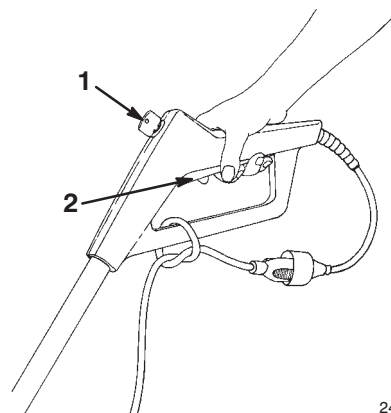

Figure 7
1. Nouez la rallonge à la partie inférieure de la poignée de commande (Fig. 7) avant de la raccorder au cordon d'alimentation du Power Shovel. Cela évitera aux deux câbles de se séparer pendant le fonctionnement.
2. Branchez la rallonge à une prise murale et insérez la clé dans le trou situé à l'avant de la poignée de commande (Fig. 7).
Pour mettre le Power Shovel en marche, introduisez la clé dans la poignée de commande et serrez la barre d'interrupteur. Pour l'arrêter, relâchez la barre d'interrupteur (Fig. 7).